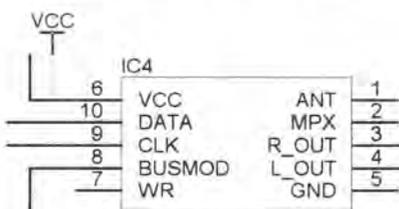

图 3-91 开始放置
- [1] 执行【Place】/【Power Port】命令，或者单击【Wiring】工具栏中的放置电源和地端口图标或, 光标变为“十”字形状，并带有一个电源或地的端口符号，如图 3-91 所示。